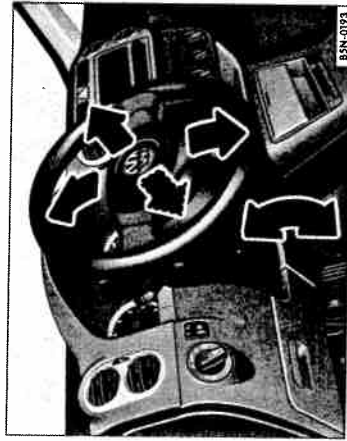

Fig. 16 Reglarea poziției volanului.
- Îndreptați maneta ⇒ fig. 16 de sub volan, în jos ⇒ ▲.
- După reglarea volanului, aduceți maneta ⇒ fig. 16 în sus, pentru ca volanul să nu-și schimbe brusc poziția în timpul deplasării.